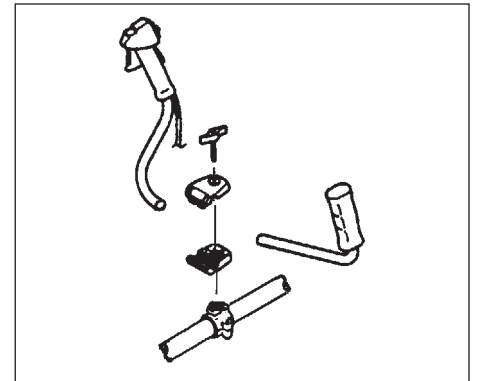

Fig. 1-2D
#### Montering av handtag på CG47EJ (T) (Fig. 1-2D, 1-2F)